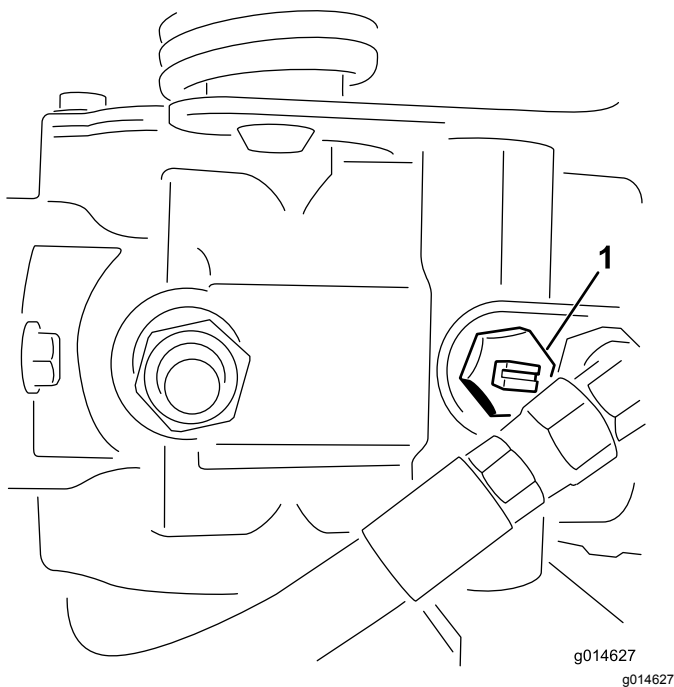

Figura 38
1. Girate la valvola bypass sulla pompa in modo che la scanalatura sia verticale (Figura 38).
2. Prima di avviare il motore chiudete la valvola bypass girandola in modo che la scanalatura sia orizzontale (Figura 38). Non avviate il motore quando la valvola è aperta.